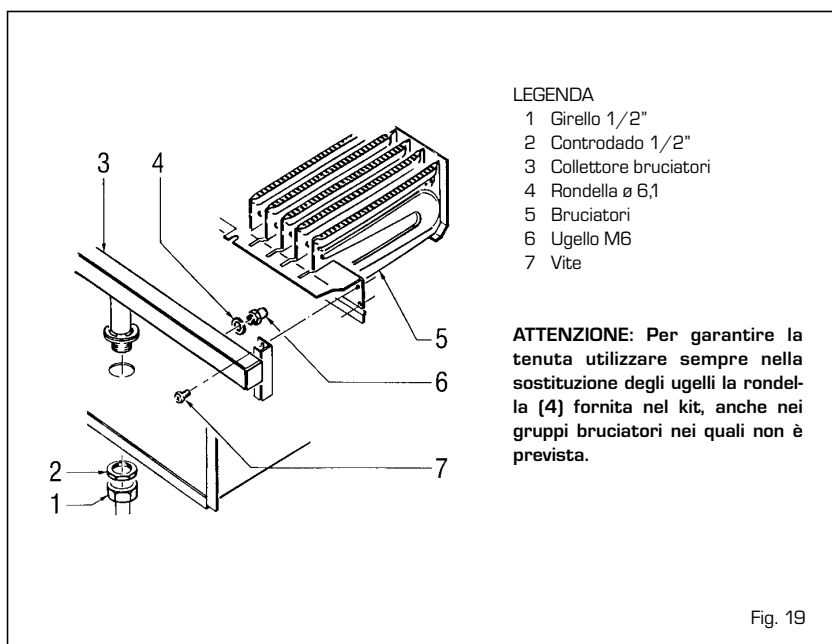

Fig. 19
4.2 TRASFORMAZIONE AD ALTRO GAS (fig. 19)
Per passare da gas metano a GPL e viceversa, eseguire le seguenti operazioni (fig. 19):